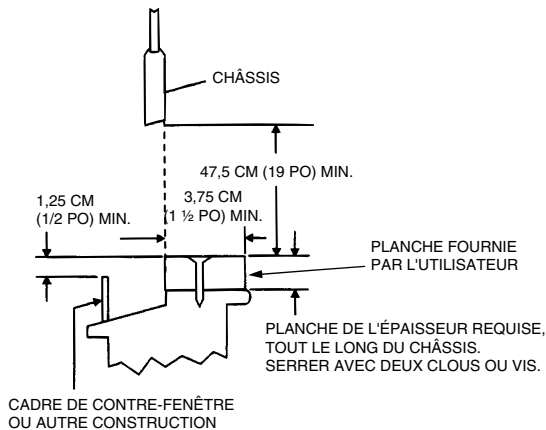

FIGURE 19 — APPLICATIONS AVEC UNE CONTRE-FENÊTRE
Si la fenêtre est bloquée par une contre-fenêtre qui ne peut être enlevée, vous devrez ajouter une planche (non comprise) au châssis de fenêtre. L'arrière du climatiseur doit être incliné vers le bas pour permettre à la condensation de s'égoutter adéquatement. Le cadre de la contre-fenêtre (ou tout autre obstacle) doit être au moins $\frac{1}{2}$ po (1,25 cm) plus bas que le châssis de fenêtre. Si le cadre de la contre-fenêtre n'est pas au moins $\frac{1}{2}$ po (1,25 cm) plus bas que le châssis de fenêtre, vous devrez ajouter une planche pour élever le châssis. Consultez la Figure 19. L'installateur doit fournir et couper la planche.
1. Cette planche doit être large d'au moins 3,75 cm ($1\frac{1}{2}$ po) et couvrir toute la longueur de la fenêtre. L'épaisseur de la planche dépend de la hauteur du cadre de la contre-fenêtre. La planche doit relever le devant du climatiseur suffisamment pour permettre à l'arrière de l'appareil d'être incliné d'au moins 1,5 cm ($\frac{5}{8}$ po) vers le bas lorsque ce dernier repose sur le cadre de la contre-fenêtre. Consultez la Figure 19.